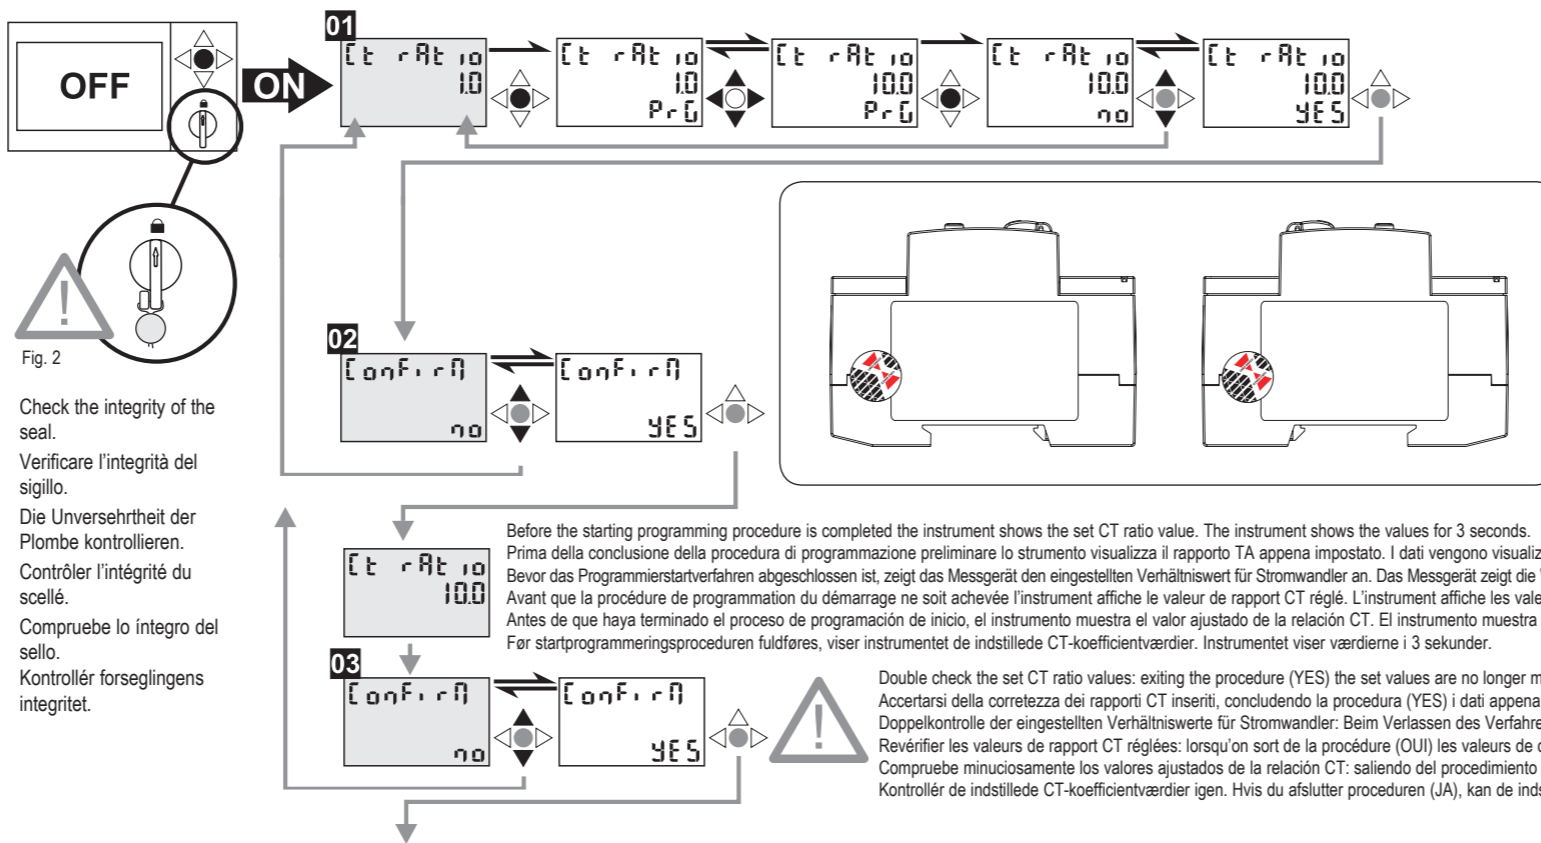

Fig. 2
The certified and sealed instrument needs a preliminary programming of the CT ratio relevant to the plant where the EM24 will be mounted. THIS SPECIFIC PROGRAMMING HAS TO BE DONE ONLY ONCE AT THE FIRST SWITCHING ON OF THE INSTRUMENT. At the end of this first programming procedure the CT ratio can be modified only by the certifying body with a complete restore of the instrument. **BEFORE SWITCHING ON THE INSTRUMENT AND PROCEEDING WITH THE "MID STARTING PROCEDURE", CHECK THE INTEGRITY OF THE SEALS AFFIXED BY THE CERTIFICATION BODY (fig 2 and 3).**
Lo strumento sigillato e certificato MID richiede come prima programmazione l'impostazione del rapporto TA dell'impianto al quale lo strumento sarà abbinato. QUESTA PROGRAMMAZIONE SI ESEGUE UNA SOLA VOLTA ALLA PRIMA ACCENSIONE DELLO STRUMENTO. Una volta conclusa questa procedura preliminare il valore CT non sarà più modificabile se non rompendo il sigillo con conseguente ripristino dello strumento dall'ente certificatore preposto. **PRIMA DI ACCENDERE LO STRUMENTO E PROCEDERE CON LA PROGRAMMAZIONE PRELIMINARE MID, VERIFICARE L'INTEGRITA' DEI SIGILLI APPOSTI DALL'ENTE PREPOSTO (fig 2 e 3).**
**"MID STARTPROZEDUR", ÜBERPRÜFEN SIE DIE UNVERSEHRTHEIT DER VON DER ZERTIFIZIERUNGSSTELLE ANGEBRACHTEN PLOMBEN UND SIEGEL (ABB. 2 UND 3).**
L'instrument certifié et plombé a besoin d'une programmation préliminaire du rapport CT pertinente à l'équipement où l'EM24 sera monté. CETTE PROGRAMMATION SPÉCIFIQUE DOIT ÊTRE EFFECTUÉE UNE SEULE FOIS LORS DU PREMIER ALLUMAGE DE L'INSTRUMENT. Au terme de cette première procédure de programmation le rapport CT peut être modifié uniquement par l'organisme de certification avec une restauration complète de l'instrument. **AVANT D'ALLUMER L'INSTRUMENT ET DE PROCÉDER À LA "PROCÉDURE DE DÉMARRAGE MID", CONTRÔLER L'INTÉGRITÉ DES SCELLÉS APPOSÉS PAR L'ORGANISME DE CERTIFICATION (fig 2 et 3).**
El instrumento certificado y con sello precisa de una programación previa de la relación CT según sea la instalación donde será montado el EM24. ESTA PROGRAMACIÓN ESPECÍFICA TIENE QUE SER REALIZADA SOLAMENTE UNA VEZ EN EL PRIMER ENCENDIDO DEL INSTRUMENTO. Al finalizar este primer procedimiento de programación, la relación CT sólo puede ser modificada por la entidad certificadora por medio de una completa puesta a cero del instrumento. **ANTES DE ENCENDER EL INSTRUMENTO Y PROCEDER CON EL "PROCEDIMIENTO DE INICIO MID", COMPRUEBE LA INTEGRIDAD DE LOS SELLOS DE LA ENTIDAD CERTIFICADORA (fig 2).**
Den certificerede og forseglede måler kræver en foreløbig programmering af omsætningsforholdet vedrørende det anlæg, hvor EM24 skal monteres. DENNE SPECIFIKKE PROGRAMMERING MÅ KUN UDFØRES EN GANG VED DEN FØRSTE TÆNDING AF INSTRUMENTET. Ved afslutningen af den første programmeringsprocedure kan omsætningsforholdet kun ændres af akkrediteret partner gennem en fuldstændig gendannelse af instrumentet. **FØR INSTRUMENTET TÆNDES, OG DER FORTSÆTTES MED "MID STARTPROCEDURE", SKAL INTEGRITETEN AF FORSEGLINGEN, SOM ER PÅFØRT AF CERTIFICERINGSMYNDIGHEDERNE, KONTROLLERES (fig. 2 og 3).**